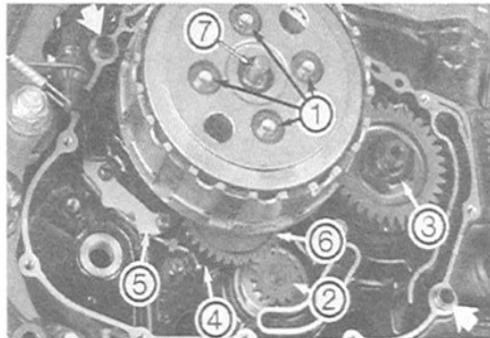

Bild 101
- Falls Primärtriebmutter ③ Bild 101 (Linksgewinde!) ausgedreht werden muss (Totaldemontage), Kupplungsmutter nur lockern und mit «Putzlappenblockierung» auch Primärtriebmutter lösen (Bild 104).
- Gegebenenfalls Leerlaufanzeigeschalter ④ Bild 101 nach Ausdrehen der zwei Kreuzschlitzschrauben abnehmen. Auf Verbleib von Stift und Feder achten!
- Leerlaufzahnrad ⑥ Ölpumpenantriebsrad ② Bild 101 nach Ausfedern der Seegerringe abnehmen.
- Falls demontiert, Leerlaufanzeigeschalter  Bild 101 anbringen; Feder und Bolzen in Schalt-